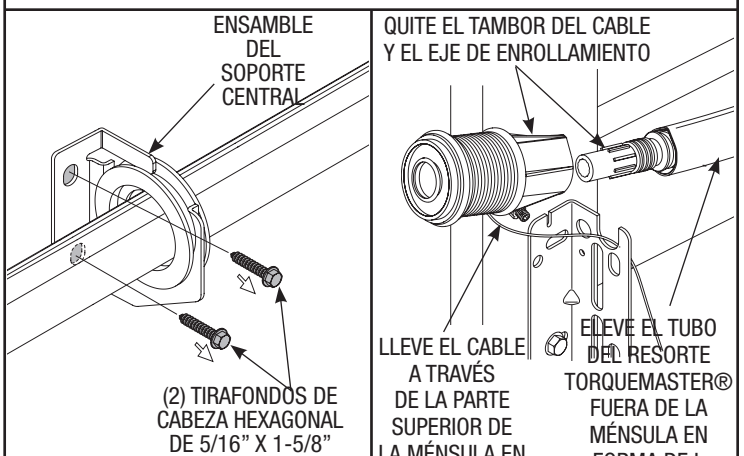

Fig. 8
Paso 8: Quite los dos (2) tirafondos que fijan el ensamble del soporte central a la tabla del cabecero (Fig. 8).